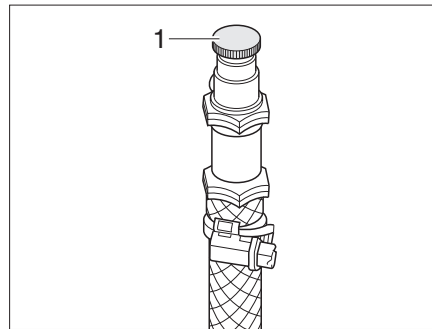

Fig. 360 Soupape de purge pour le chauffage à eau chaude
- Ouvrir la soupape de purge (Fig. 360,1) et la laisser ouverte, jusqu'à ce l'air soit complètement évacué du circuit.